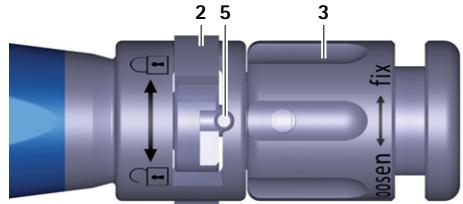

Fig. 4 Gros plan de l'instrument d'insertion, implant d'essai/implant serré
- ▶ Tourner l'écrou de serrage 3 sur l'instrument d'insertion A dans le sens des aiguilles d'une montre (sens "fix") jusqu'à ce que l'implant d'essai soit serré, voir Fig. 4.
- ▶ Tourner l'écrou de serrage **3** sur l'instrument d'insertion **A** dans le sens des aiguilles d'une montre (sens "fix") jusqu'à ce que l'implant soit serré, voir Fig. 4.